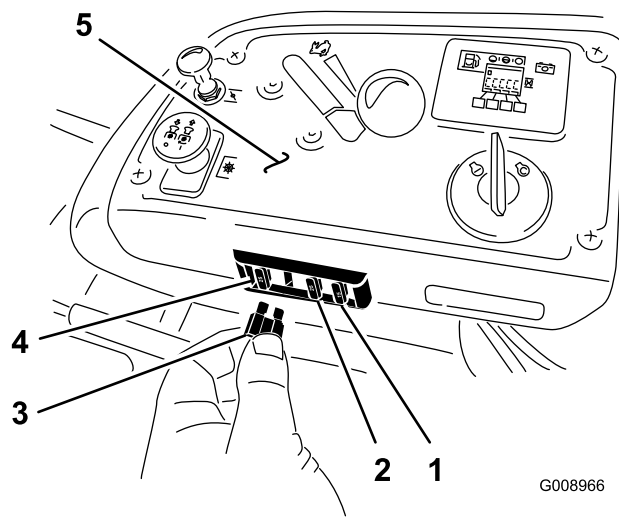

Figure 63
Les fusibles sont situés sur la console droite, près du siège (Figure 63).
2. Remplacez le fusible (Figure 63).